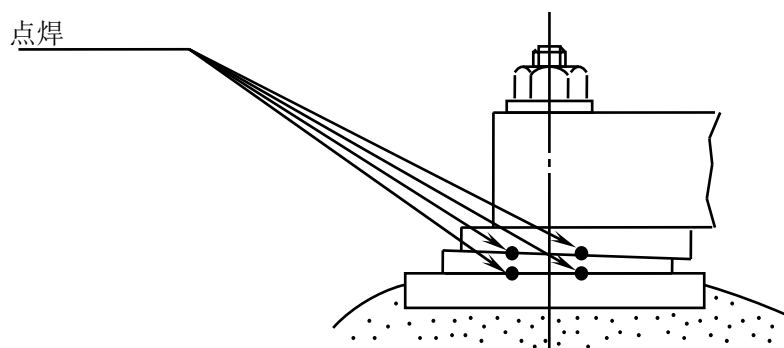

图 4.9
- (3) 将泵安装于底板上。此时，应重新检查排出方向、高度和其他尺寸。
- (4) 将泵体紧固到底板上，然后安装刚性联轴器。
- (5) 安装电机架，然后将直尺和水平仪置于电机架的上表面上，并调节锥形衬垫，使每米水平误差在10/100 mm范围内。再紧固地脚螺栓，同时紧固底板。
- (6) 按图4.9点焊平衬垫和锥形衬垫对，以防移动。
- (7) 灌浆。在支撑板下方及外围灌浆。水泥浆在振动器或类似装置的帮助下应布满各个角落，确保水泥浆中无气穴残留。